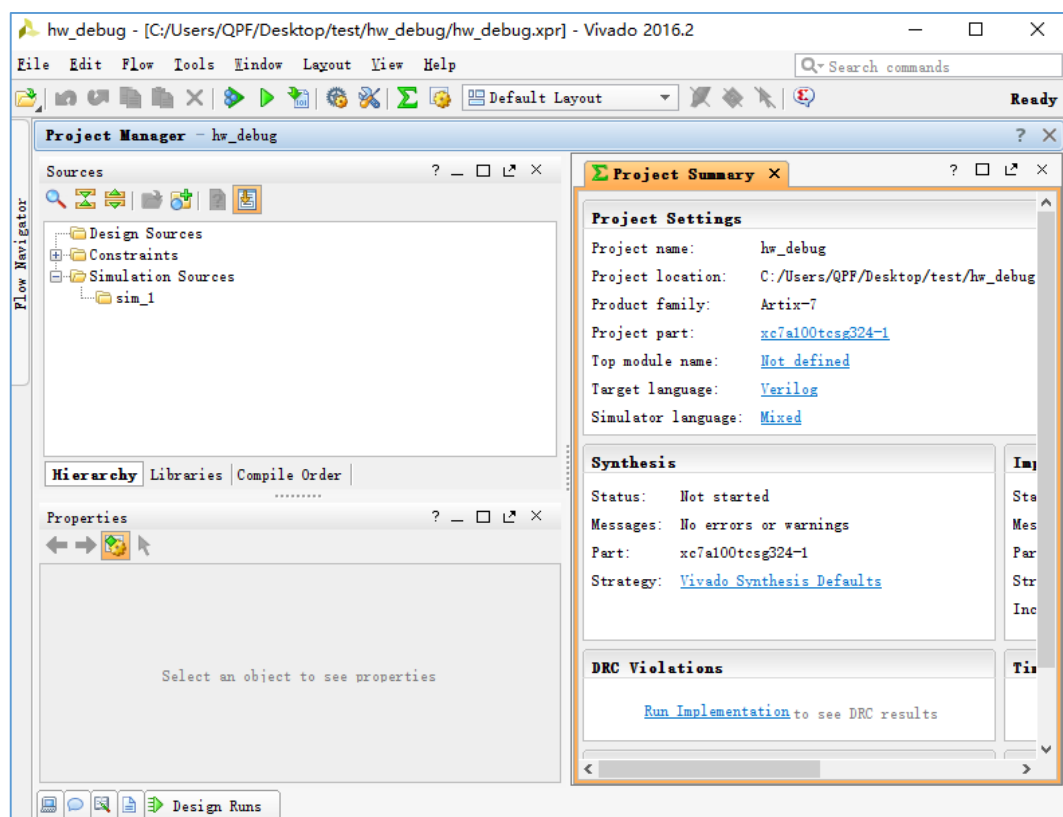

图 4.124 新建工程
1. 如图 4.124 所示，创建一个新的工程“hw_debug”。